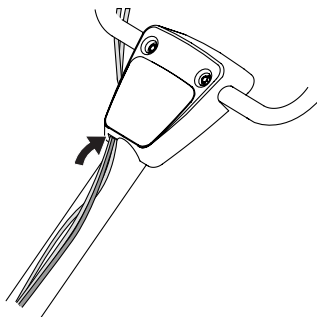

Figura 5
- Deslice el cable del interruptor de control de parada de emergencia a través de la abertura de la parte inferior derecha del panel de la manija, donde se pasaron previamente los cables del embrague. Consulte la Figura 5.